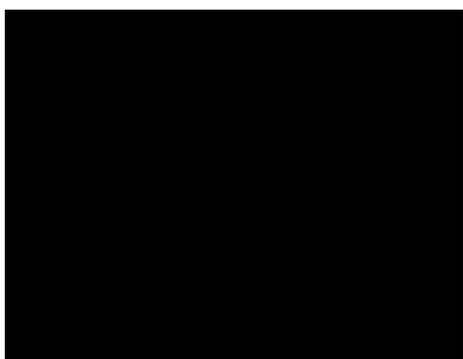
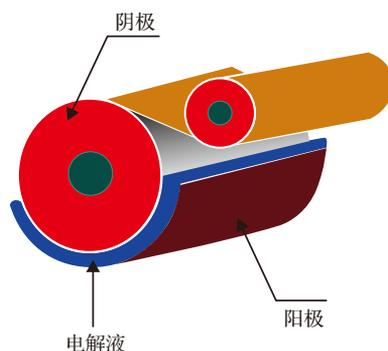

图 10-19 电解铜箔
图 10-20 电解铜箔生产示意图
(2) 电解铜箔：是通过电镀沉积制成的铜箔，它的组织属柱状组织，如图10-19和图10-20所示。